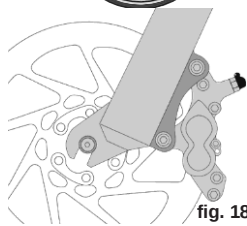
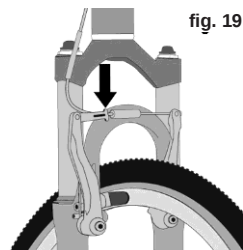

fig. 18
fig. 19
1. Si votre vélo électrique est équipé de freins sur jante, désengagez le mécanisme de serrage rapide du frein pour augmenter l'espace entre le pneu et les patins de frein. Reportez-vous à la **page 57, section 11 : "Technique", sous-section C : "Freins", fig. 18 à 22**.
1. Si vous possédez un vélo électrique à plusieurs vitesses doté d'un système de dérailleur, mettez le dérailleur arrière en position haute (le pignon arrière le plus petit et le plus extérieur). Si vous avez un moyeu arrière à engrenage interne, n'essayez pas de démonter la roue arrière. Consultez votre revendeur agréé ou les instructions du fabricant du moyeu pour plus d'informations. Si vous avez un vélo électrique à une vitesse avec un frein sur jante ou à disque, passez à l'étape (4) ci-dessous.
2. Si votre vélo électrique est équipé de freins sur jante, désengagez le mécanisme de serrage rapide du frein pour augmenter l'espace entre la jante de la roue et les patins de frein. **Reportez-vous à la page 57, section 11 : "Technique", sous-section C : "Freins", fig. 18 à 22.**
2. Certains freins de vélo, comme les freins à disque (fig. 18) et les freins à traction linéaire (fig. 19), sont extrêmement puissants. Il convient de se familiariser avec ces freins et d'être particulièrement prudent lors de leur utilisation.
La plupart des freins sur jante sont dotés d'un mécanisme de serrage rapide qui permet aux patins de dégager le pneu lors du démontage ou du remontage de la roue. Lorsque le serrage rapide du frein est en position ouverte, les freins ne fonctionnent pas. Demandez à votre revendeur agréé de s'assurer que vous comprenez bien le fonctionnement du serrage rapide des freins sur votre vélo électrique **(voir les figures 19, 20, 21 et 22)** et vérifiez à chaque fois que les deux freins fonctionnent correctement avant d'enfourcher le vélo électrique.